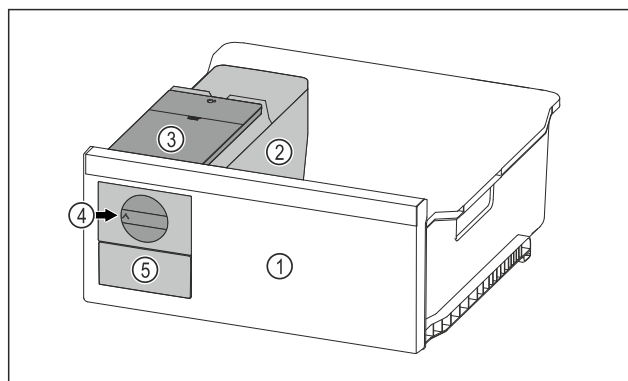

Fig. 47 Ilustrační zobrazení
- ▶ Otočte otočný knoflík Fig. 47 (4) ve směru hodinových ručiček až na doraz.
- ▷ Kostky ledu padají z misky na kostky ledu do zásuvky na kostky ledu Fig. 47 (5).